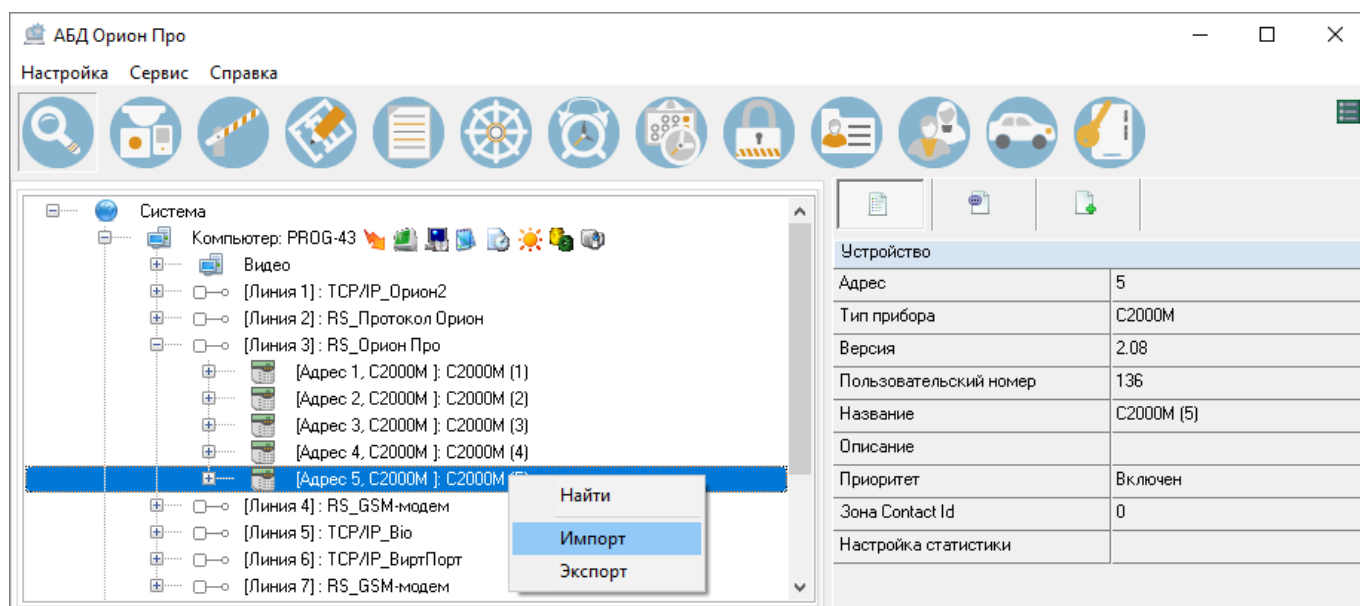

Рисунок 6-930 Инициализация импорта конфигурации пульта "C2000M" в БД через контекстное меню
- б) нажмите правой клавишей мыши на пульт «С2000/С2000М», для которого необходимо импортировать конфигурацию, после чего в появившемся контекстном меню выберите пункт «Импорт» (см. Рисунок 6-930);